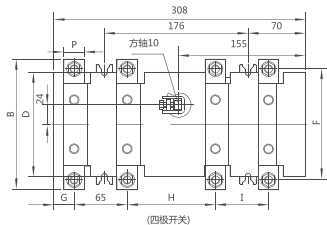

图2 HH15-400、630/QA外形及尺寸
6.1.2 HH15-400、630/QA外形及安装尺寸 (见图2及表3)